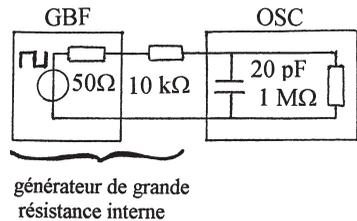

Figure 2
**L'entrée de l'oscilloscope est capacitive** (20 pF par exemple) si bien que son impédance d'entrée, grande (1 M $\Omega$ ) à basse fréquence, chute à 1 k $\Omega$  à 8 MHz, il peut perturber le système et conduire à des valeurs trop faibles. Observons la tension aux bornes d'un générateur BF : elle est constante, proche de sa f.é.m., mais si nous portons sa résistance interne à 10 k $\Omega$ , il n'en est plus de même à 100 kHz (figure 2).